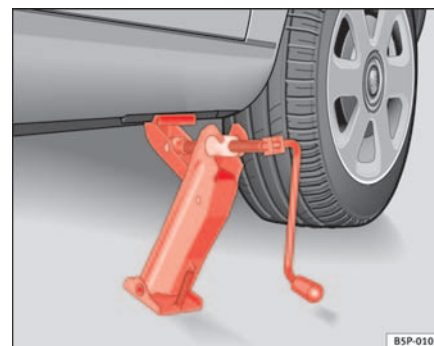

Fig. 168 Colocación del gato
- Posicione el gato de modo que su garra envuelva el nervio del larguero inferior y que la placa base móvil se apoye plana sobre el suelo ⇒ **página 241, fig. 168.**